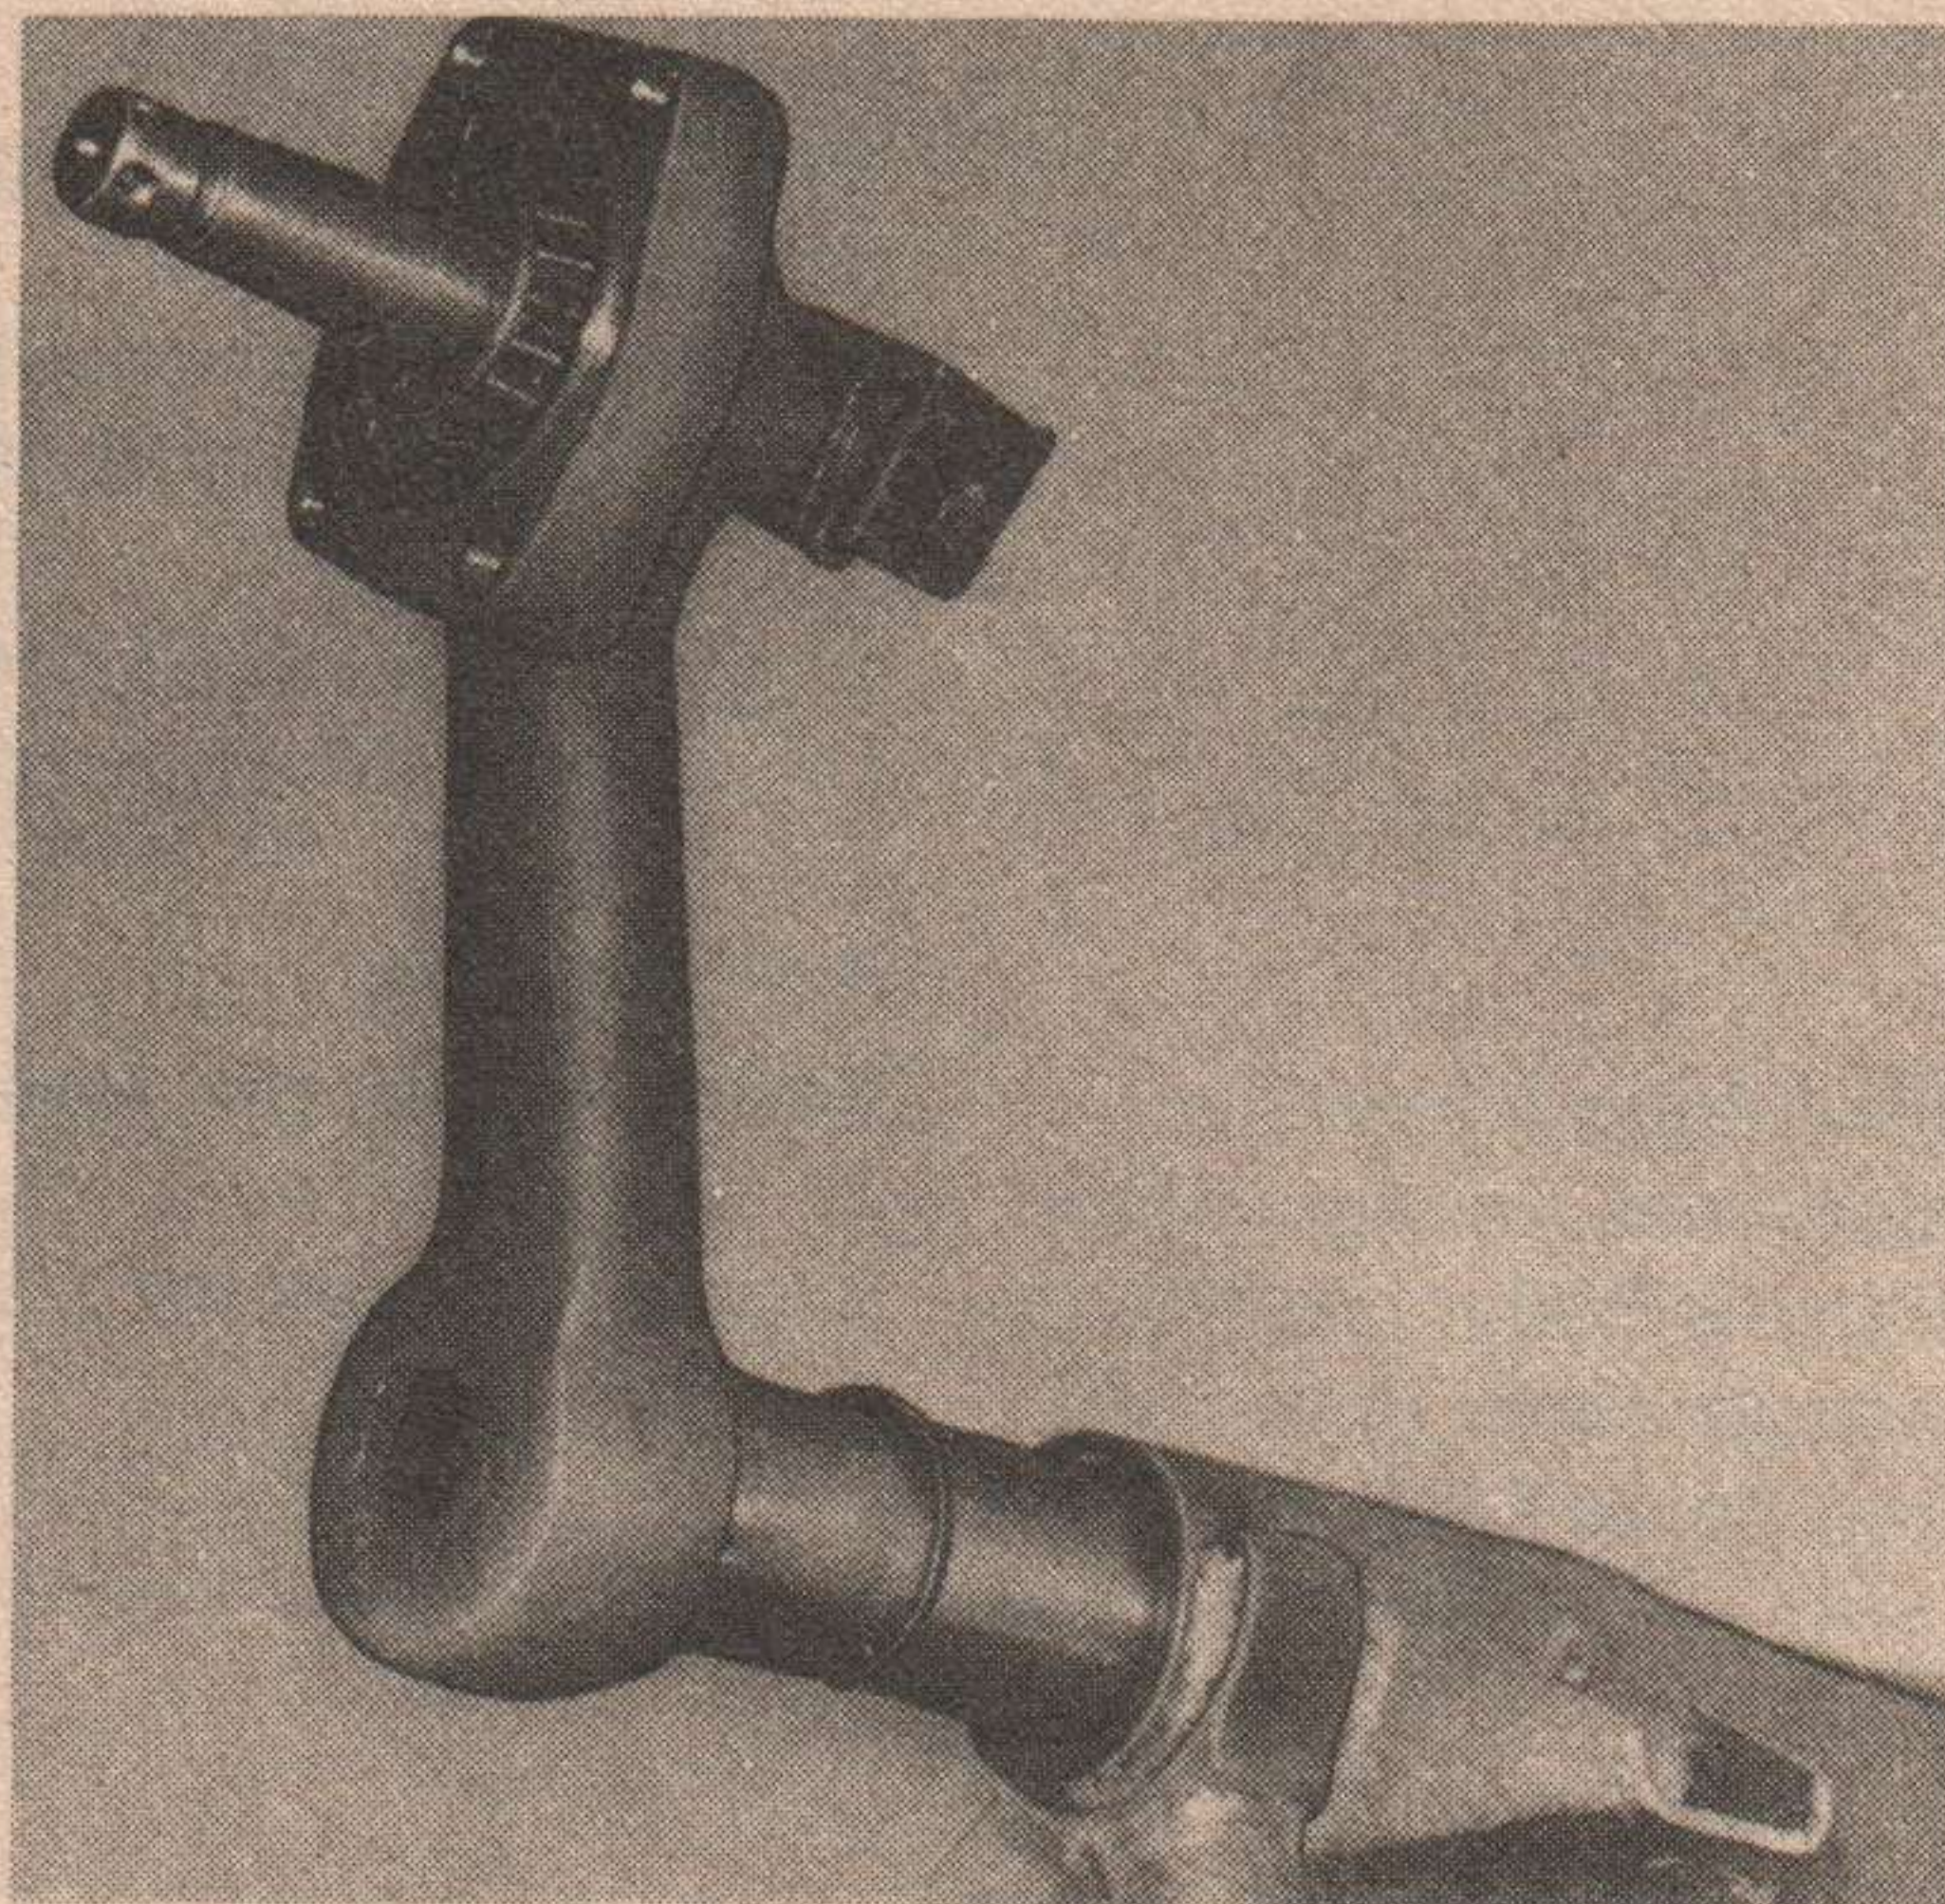

Bild 4.4. Schwingarm im teilweise herausgeschlagenen Zustand
- Nachdem das Führungsrohr des Schwingarmes ca. 100 mm herausgeschlagen wurde (Bild 4.4), sollte das weitere Herausschlagen mit einem Gummihammer erfolgen.